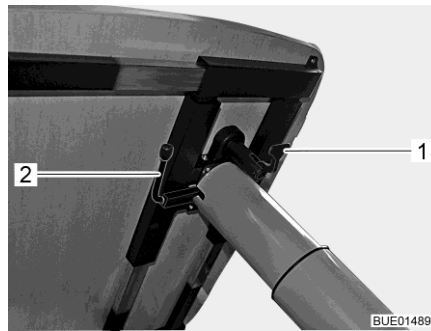

Fig. 130 Regolazione del tavolo rialzabile
- Tirare verso il basso la leva di serraggio (Fig. 130,1).
- Ruotare la leva (Fig. 130,2) sotto il piano del tavolo di 180° in senso orario. Il meccanismo di sollevamento nel piede del tavolo viene sbloccato.
- Ruotare la leva (Fig. 130,2) sotto il piano del tavolo di 180° in senso orario. Il piano del tavolo va automaticamente verso l'alto fino al fine corsa.